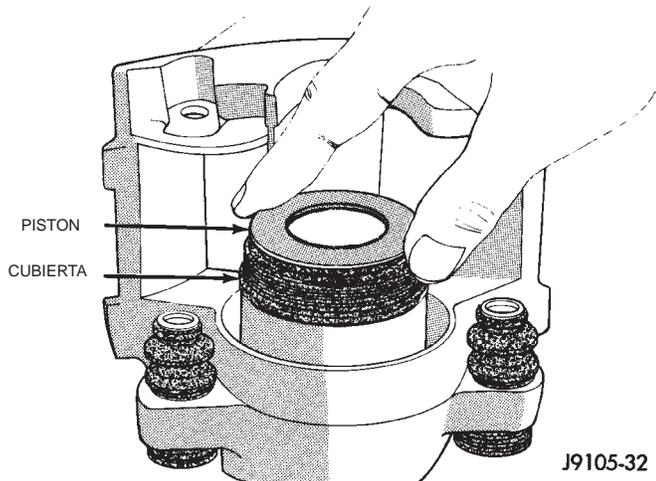

Fig. 54 Instalación de pistón del calibrador
(6) Presione manualmente el pistón del calibrador en el interior del hueco, haciendo un movimiento de empuje y giro para desplazar el pistón hacia la junta (Fig. 54).